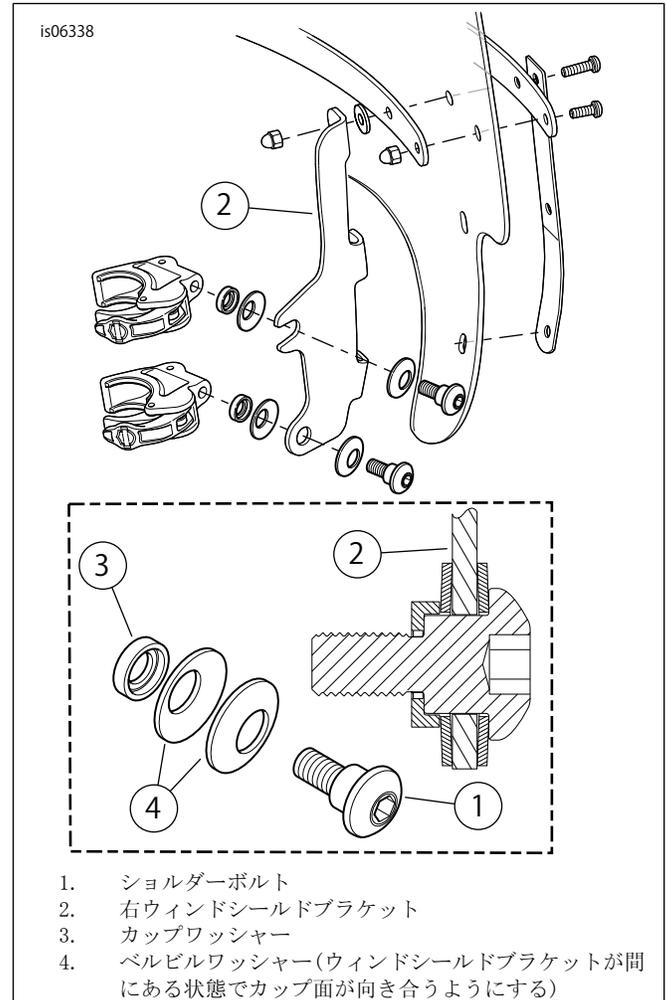

図1。ウィンドシールドマウントクランプ(右側表記)
3. クランプアッセンブリーを図1で示される順番で、ウィンドシールドマウントブラケットに軽く組み立ててます。